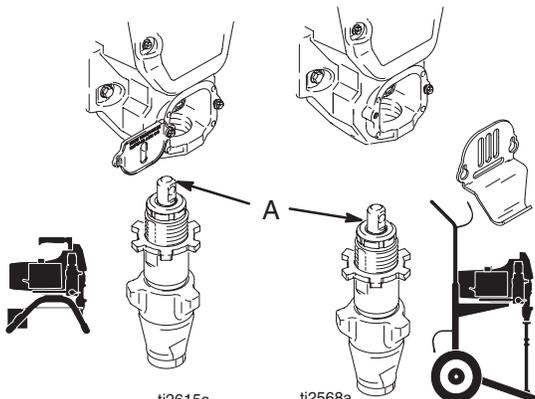

Fig. 12
1. Fig. 12. Déployer complètement la tige de piston de la pompe. Enduire le haut de la tige de graisse en (A) ou l'intérieur de la tige de connexion.